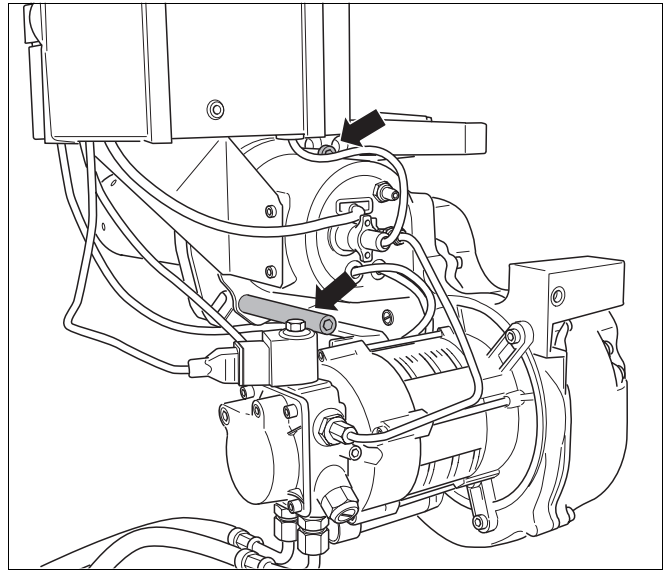

Abb. 31 Schrauben der Bajonettbefestigung lösen
- Die beiden Schrauben der Bajonettbefestigung lösen (Abb. 31).